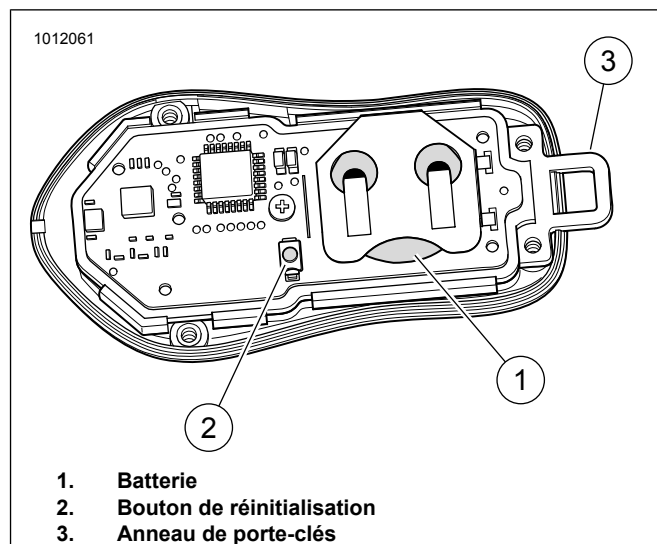

Figure 5. Réinitialisation du porte-clés et pile
Voir la figure 5. En cas de retrait du couvercle, l'anneau du porte-clés (3) peut tomber. Veiller à ne pas le perdre.
Voir la figure 5. Déposer les quatre vis fixant le couvercle arrière du porte-clés. Déposer le couvercle.
2. Voir la figure 5. Maintenir le bouton (2) enfoncé jusqu'à ce que les feux Spectra Glo du véhicule passent par les sept zones de couleur. Continuer à maintenir le bouton enfoncé 5 secondes supplémentaires jusqu'à ce que les feux Spectra Glo passent par les sept zones de couleur une seconde fois.